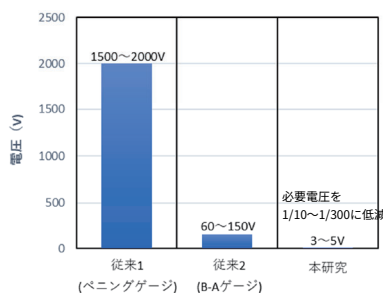

図3 従来と本研究の必要電圧
- 数Vから電界放出が可能。(従来数百V)従来のセンサに比べ省エネ化(図3)
- 本デバイスは小型化することで従来高い電圧が必要だったものを低電圧化(図3)